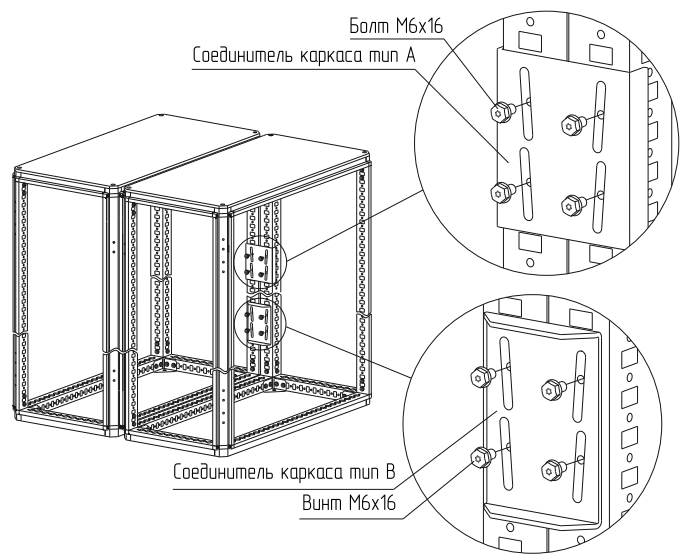

Рисунок 67
4.36.3 Установите каркасы друг к другу, установите соединительные пластины в местах необходимых для стягивания каркасов, наживив по 4 болта М6×16 (рисунок 67). Пластины должны быть равномерно распределены по всему периметру каркасов.